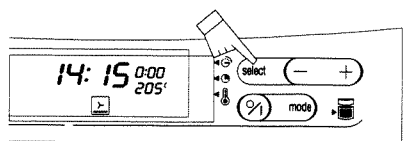

Fig. 6
3. Modifique la temperatura (de 5°C en 5°C), si fuera necesario, pulsando la tecla  1 vez (fig. 6) y las teclas (- +) (fig. 7).
4. Pulse de nuevo en la posición  para regular la duración de cocción (fig. 6).